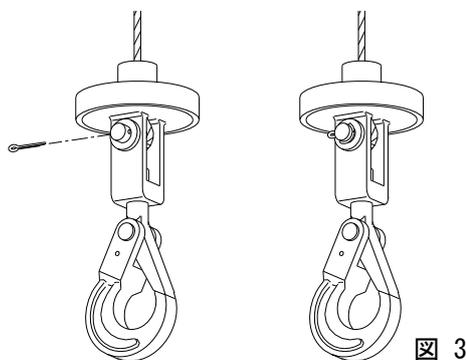

図 3
- 2) ワイヤロープのシンプルの穴とフック部の穴を合わせ、ピンを挿入し割ピンを取り付ける。割ピン先端をプライヤーなどで折り曲げて抜けないようにする。(図3)